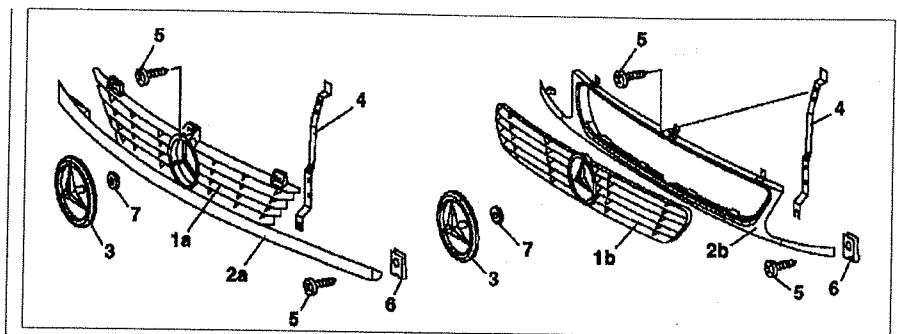

Рис. 11.1. Решетка радиатора:
3. Открутите болты 5 (см.рис.11.1).